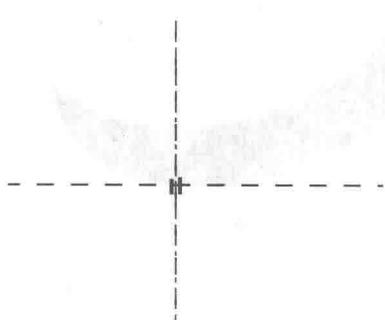

图 1-5
- (6) 绘制如图 1-5 所示的一条中心线作为旋转中心线。